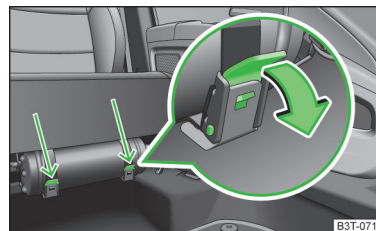

Fig. 175
- Desfaceți ambele chingi trăgând de siguranțele respective în sensul săgeții » fig. 175.